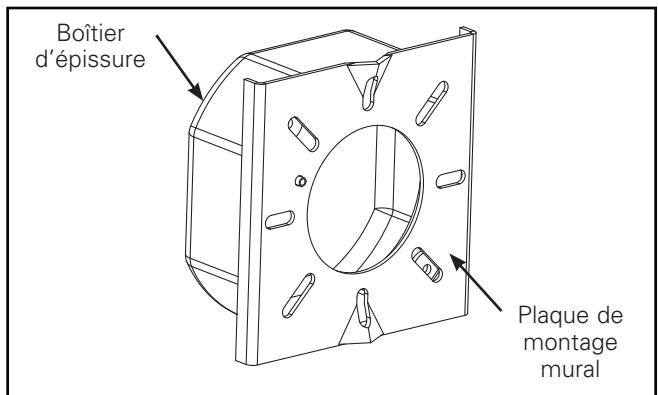

Figure 1
1. Installez la plaque de montage mural à la boîte d'épissure en utilisant les outils de la boîte (non fournis) et serrez au couple de 2 Nm (17 po/lb) pour l'utilisation d'une vis 8/32 (Figure 1).